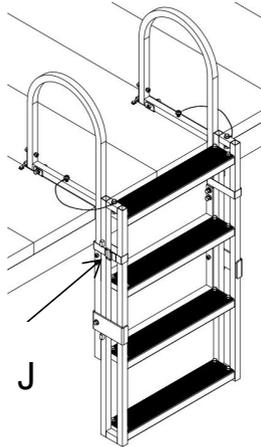
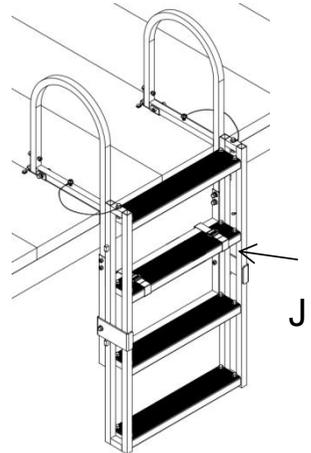

Fig 2
Fig 3
- 8) Verwenden Sie abschließend ein Klebeband (J), um die Leiterrahmen festzubinden (Abb. 2). Wenn Führungsschiene und Trittstufe ausgerichtet sind, können sie auch wie in Abb. 3 gezeigt festgebunden werden. (Halten Sie den Abstand zwischen ihnen (J) so groß wie möglich.)